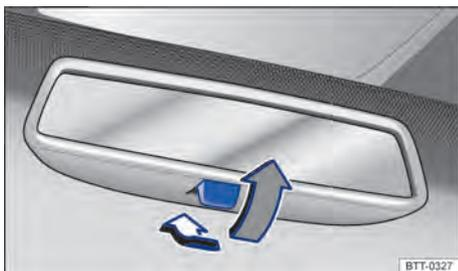

Fig. 93 No para-brisa: espelho retrovisor interno com antiofuscante manual.
- Para evitar o ofuscamento, puxar a alavanca para trás \Rightarrow Fig. 93.